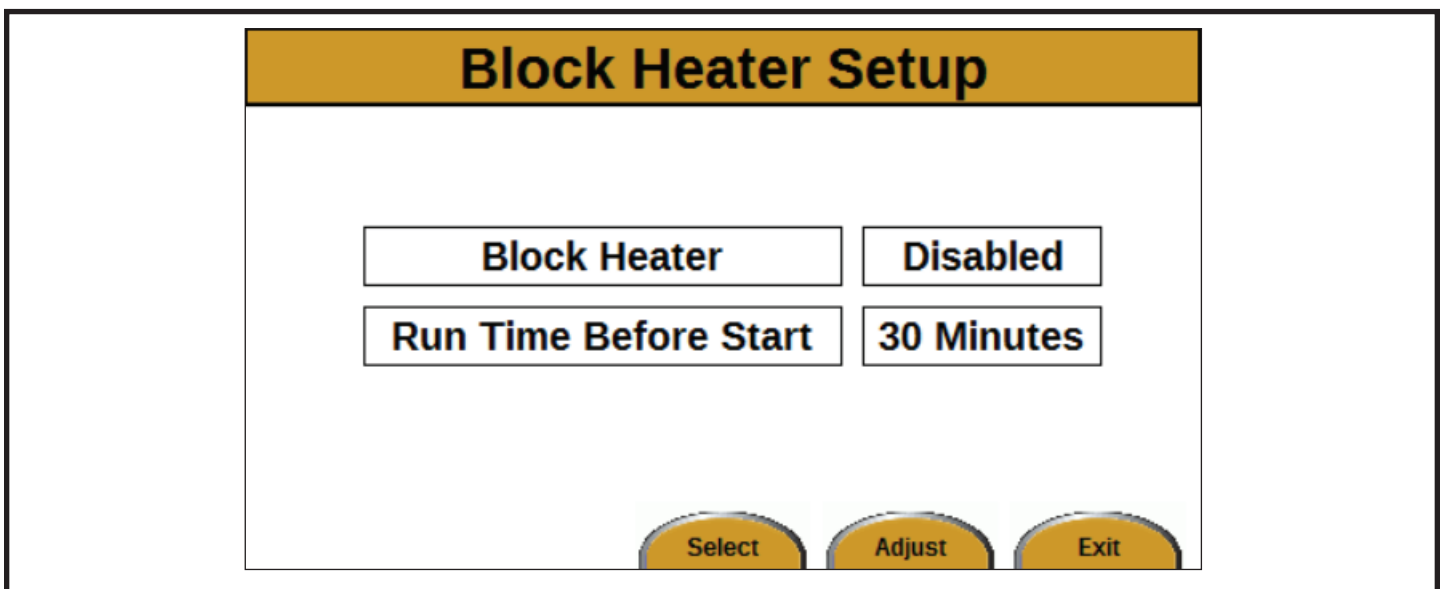

Figure 9
4. Appuyer sur le bouton Enter (Entrer). L'écran Block Heater Setup (Réglage du chauffe-moteur) apparaîtra (see Figure 9).
La latitude et la longitude du GPS sont en degrés décimaux. Les coordonnées dans Figure 9 sont pour Allmand Bros., Inc., Holdrege, Nebraska, USA.